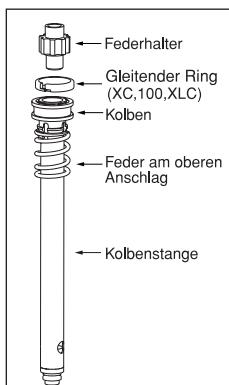

Fig. 9
- Entfernen Sie die Baugruppen der Dämpfer aus den oberen Röhren, wobei Sie eine Innensprengring-Zange mit einer kleinen Spitze verwenden. Achten Sie auf die Ausrichtung der Bauteile. Der rechte Dämpfer-Stab besteht aus dem Kolben-Stab, dem Gleit-Ring, der Feder für den oberen Anschlag, dem Feder-Halter und dem Kolben. Das linke Gabelbein besteht aus einem Kolben-Stab, der Feder für den oberen Anschlag, dem Feder-Halter und dem Kolben (s. Abb. 9 und 10).
1. Montieren Sie ein neues Dämpfer-Kit in den oberen Rohren. Achten Sie darauf, daß alle Bauteile sauber sind und in der richtigen Reihenfolge eingebaut werden (s. S. 50, Abb. 9 und 10).